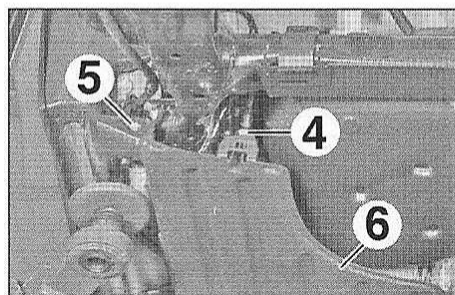

FIG.65
- Déposer (Fig.65) :
- l'agrafe (4),
- la vis (5).
- Ecarter le cache (6).